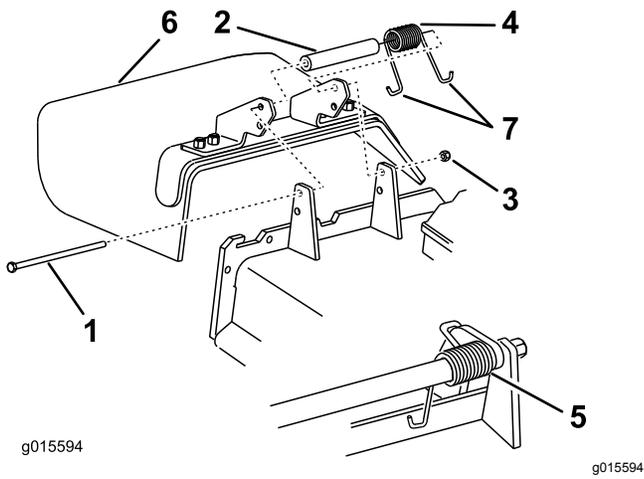

Figura 61
1. Coloque un extremo del muelle detrás del reborde de la plataforma y el otro extremo en el deflector de hierba (Figura 61).
- Utilice el perno y la tuerca para sujetar el deflector a la carcasa de corte (Figura 61).
- Coloque el extremo en **J** del muelle alrededor del deflector de hierba (Figura 61).